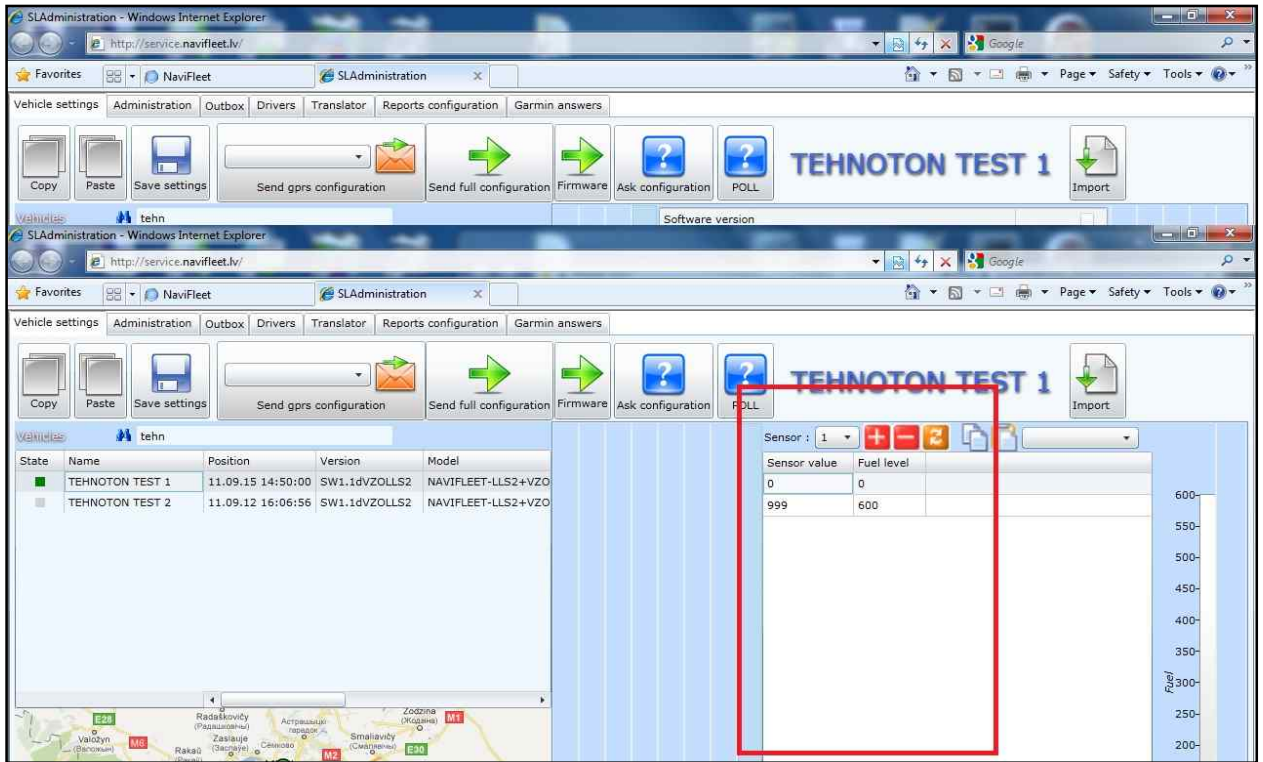

Рисунок 1
- 3.3. В поле терминала NaviFleet ET100 вносится тарифовочная таблица, полученная с помощью Service DUT (Рис. 1).